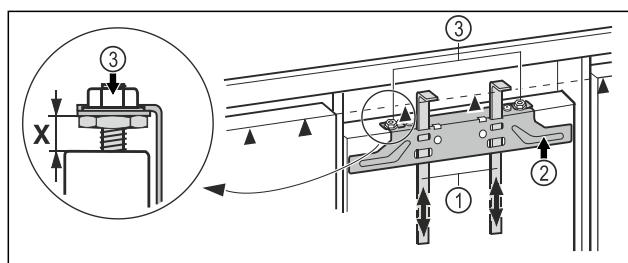

Fig. 44
- ▶ Монтажные приспособления Fig. 44 (1) сдвиньте вверх на высоту мебельного фасада. Нижняя упорная кромка ▲ монтажного приспособления = верхней кромке подлежащей установке мебельной двери.
- ▶ Открутите крепежную поперечину Fig. 44 (2) с помощью контргаек Fig. 44 (3).